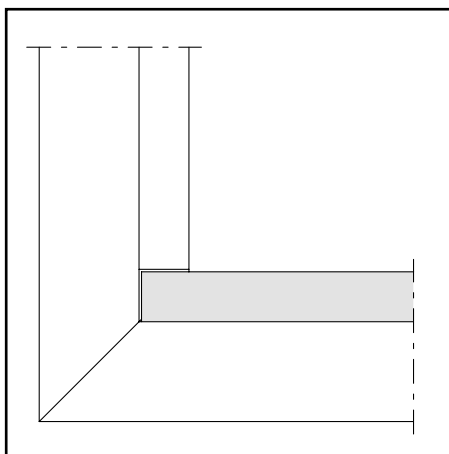
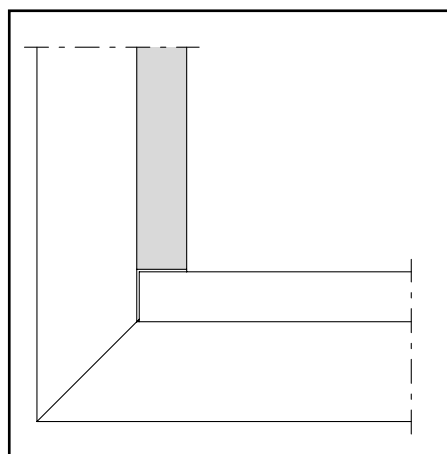

Abb. 4 / Fig. 4 / Fig. 4
Abb. 5 / Fig. 5 / Fig. 5
**(Abb. 4/5)**
Damit die Glasleisten im Brandfall dilatieren können, müssen sie auf Untermass zugeschnitten werden. Die horizontalen Glasleisten (Abb. 4) werden durchgeführt, die vertikalen Glasleisten (Abb. 5) dazwischengesetzt. Pro Meter ist die Glasleiste um 1 mm zu verkürzen.
**(fig. 4/5)**
Afin de permettre la dilatation des parclozes en cas d'incendie, il faut les couper à une dimension inférieure à la coté préscrite. Les parclozes horizontales (fig. 4) sont posées en continu, les parclozes verticales (fig. 5) sont intercalées. La parcloze doit être raccourcie d'1 mm par mètre.
The glazing beads must be cut to a dimension smaller than specified to allow for expansion in the event of fire. The horizontal glazing beads (fig. 4) are laid in a continuous strip, the vertical ones are positioned between them (fig. 5). The glazing bead must be shortened by 1 mm per metre.